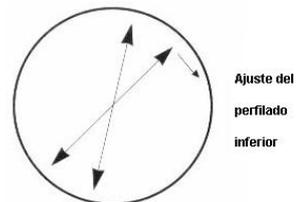

fig. 19
e) Assicurarsi che la piscina è circolare prima di cominciare il seguente passo (fig. 19). Comprovare che le guide formano un circolo esatto che si adatta alla circonferenza disegnata con anteriorità (5. "Preparazione del Terreno").